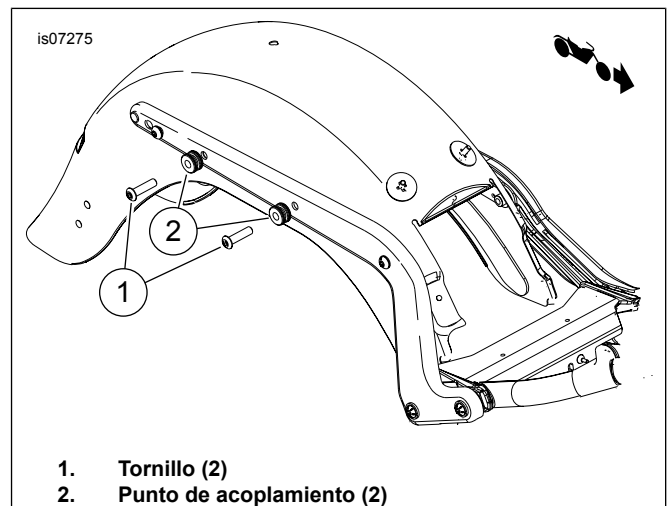

Figura 3. Instalación del punto de acoplamiento (sin otros accesorios desmontables)
Sin otros accesorios desmontables: Vea Figura 3. Inserte los tornillos (1) a través de los puntos de acoplamiento mini (2). Instale los tornillos en la pieza de soporte de montaje del soporte del guardabarros (parte interior del guardabarros). Apriete los tornillos a 28–36 N·m (21–27 ft-lbs).